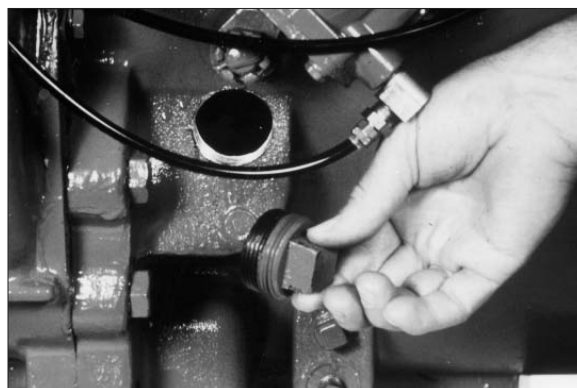

Fig. 22
1. Remova o plugue de enchimento da transmissão e adicione o lubrificante de transmissão recomendado até o nível indicado pelo fabricante da transmissão ou caminhão (Fig. 22).